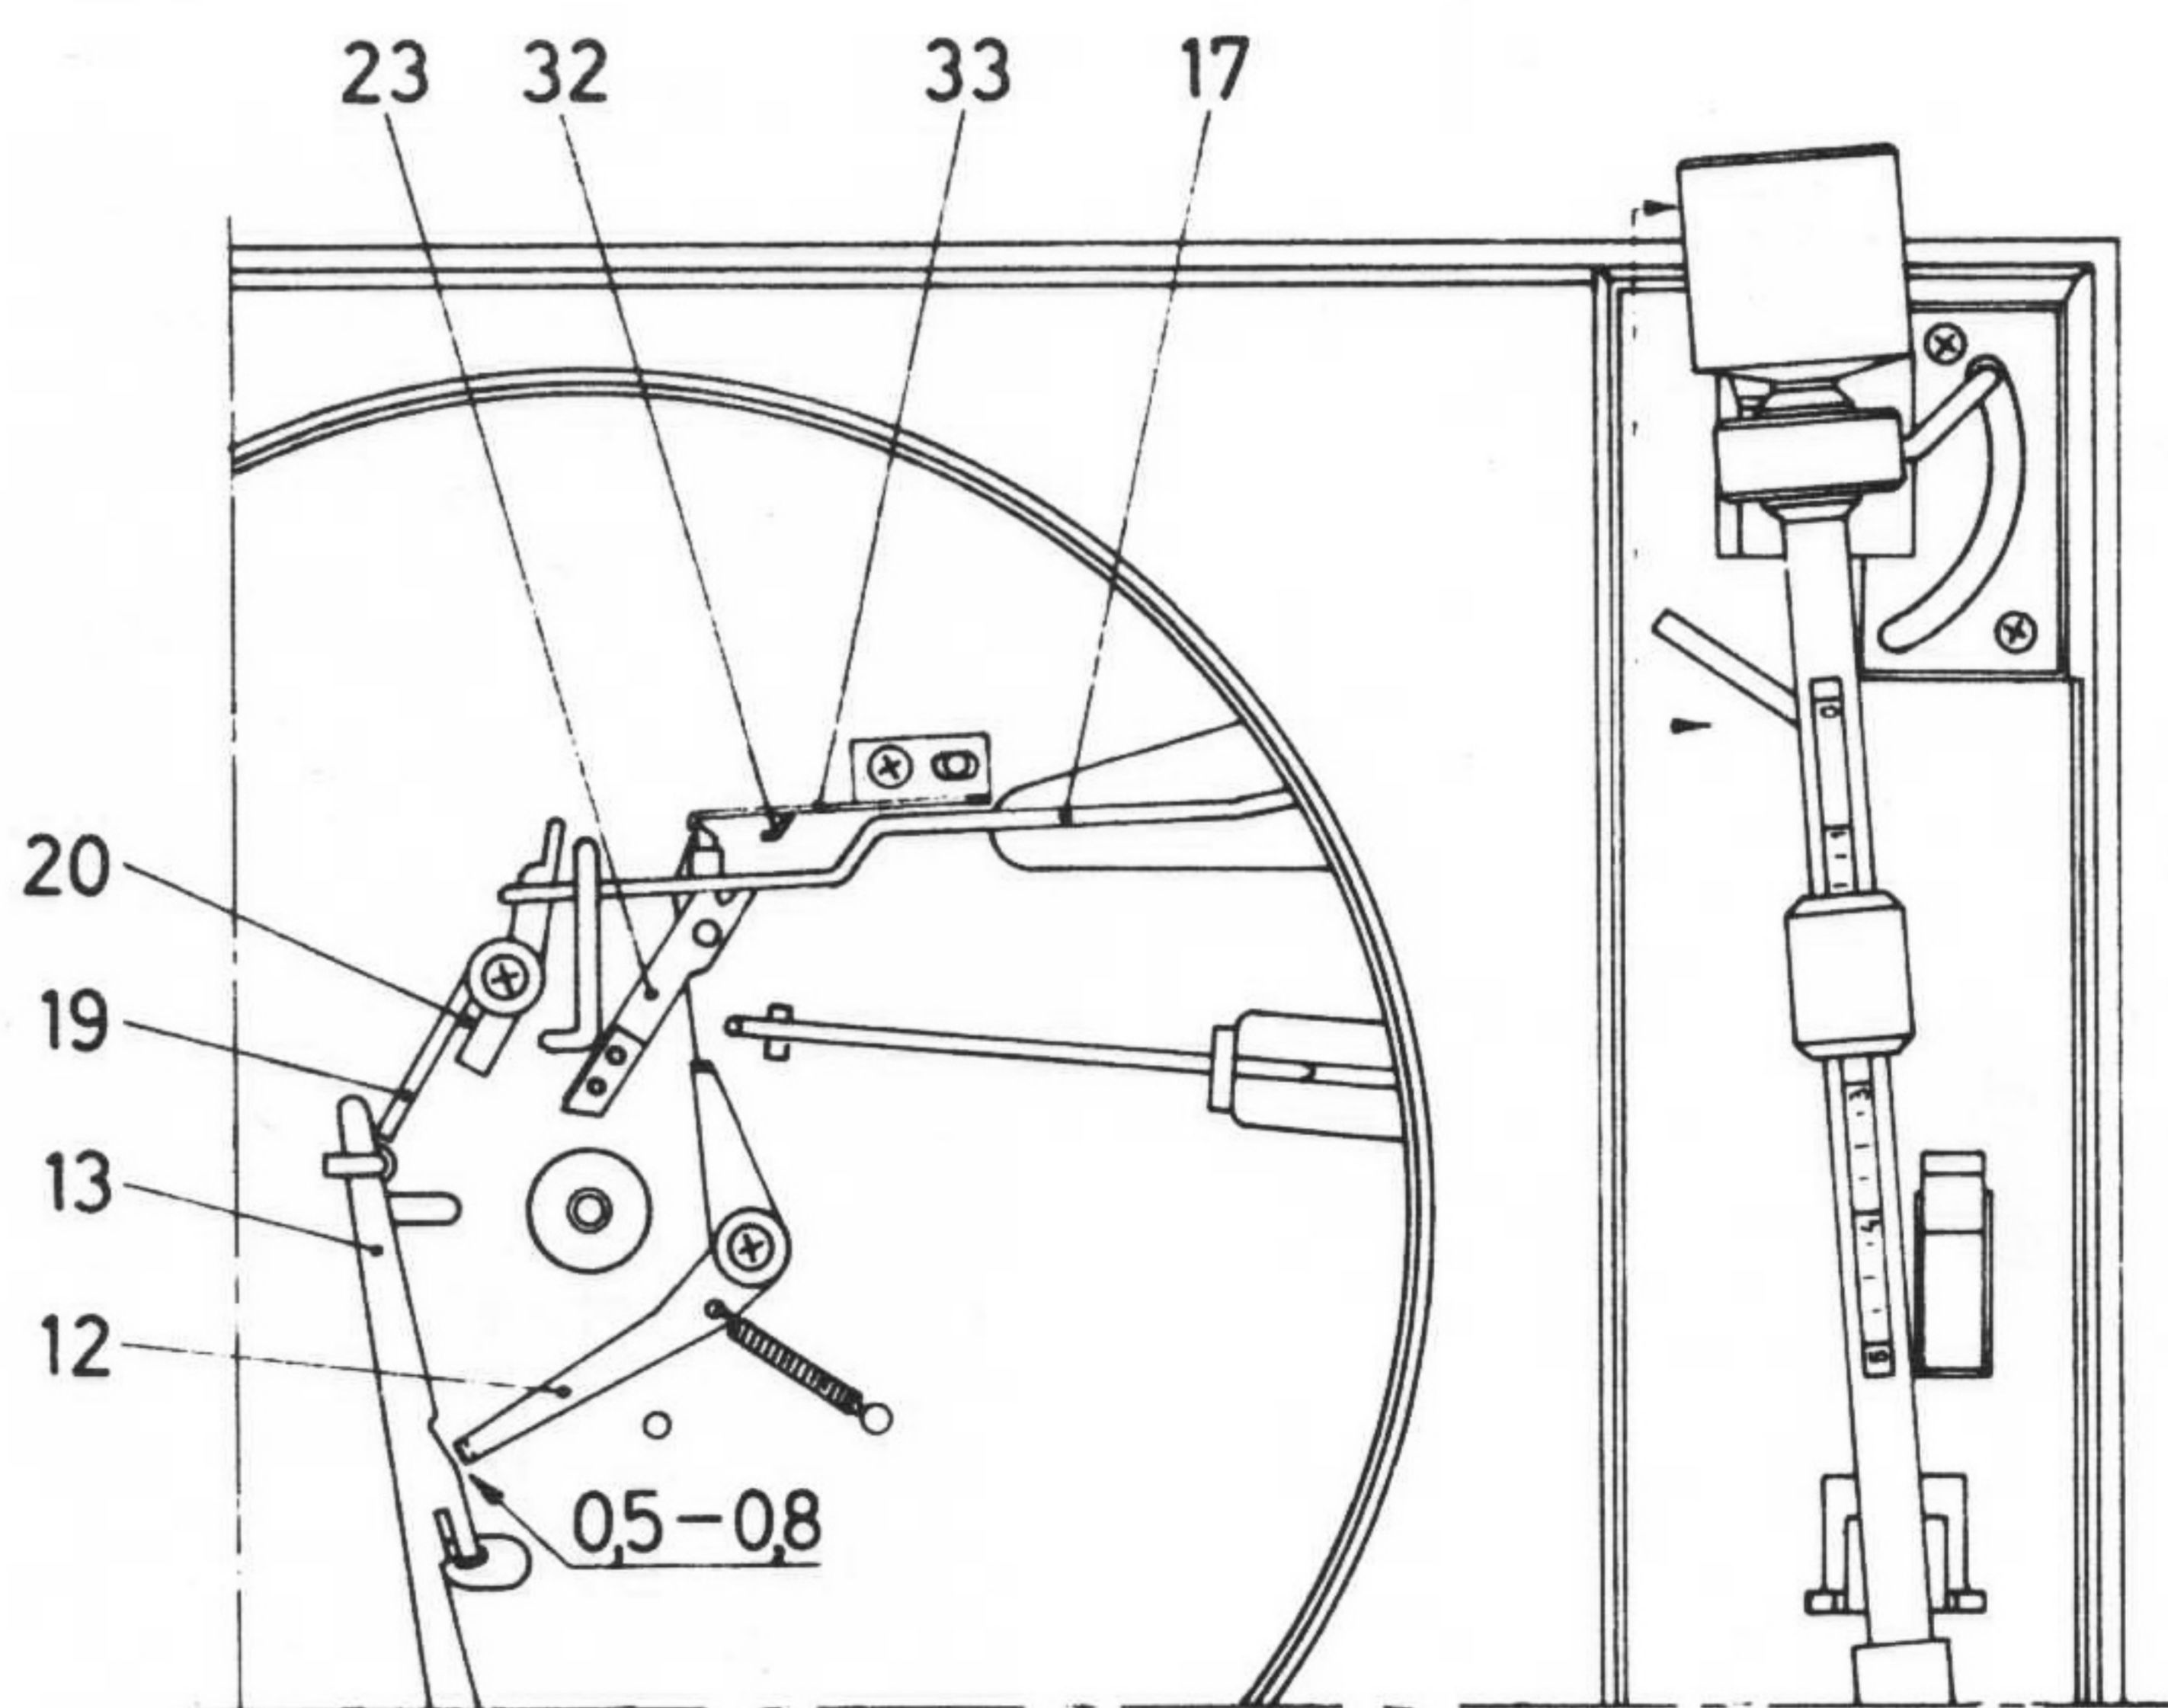
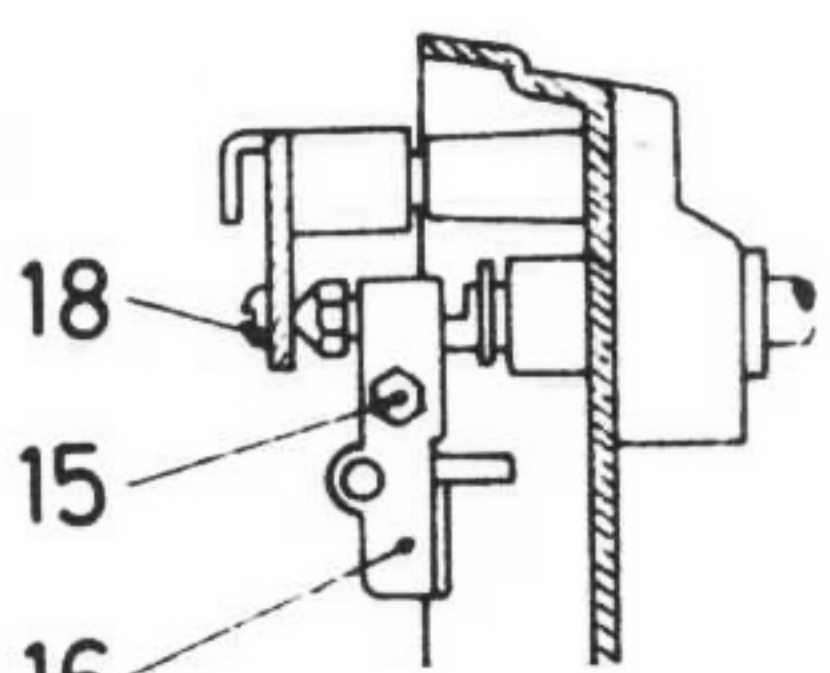

Fig. 14a
Fig. 14b
Lossa skruven (15) fig. 14b i manöverarmen (16) så att armen med lätt friktion kan vridas på tonarmsaxeln. Lagg tonarmen på sitt stöd. Ställ in manöverarm (16) genom att förskjuta impulstråden (17) fig. 14a, så att ett spel av 0,5 - 0,8 mm erhålles mellan stopparm (12) och start- och stopparm (13). Skjut manöverarmen (16) så att denna stoppar mot lagerspetsens plana del och lås manöverarmen (16) i detta läge. Justera medelst lagerhylsa (18) så att ett axialglapp av 0,1 mm erhålles för tonarmsaxeln.
Tillse även att spärrplåten (33) låser anslagsarmen (23) med hela sin vinkelböjda framkant utan tryck mot anslagsarmens spets. Gör följande kontroll: För in tonarmen 2 - 5 cm. För upp stopparm (12) mot start- och stopparm (13) fig. 14a. För ned anslagsarm (23) genom att lyfta undan spärrplåt (33). Sedan spärrplåten åter släppts skall anslagsarmen (23) kunna lyfta spärrplåten (33) och intaga spärrat läge. Glappet mellan spärrplåt och anslagsarm skall vara 0 - 0,3 mm.